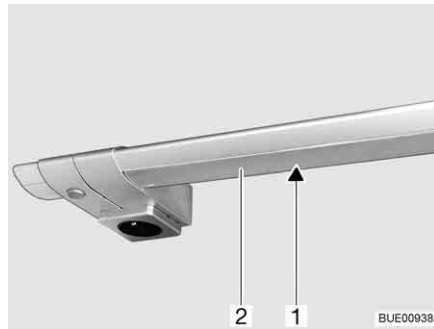

Bild 226 Köksbelysning
- Tryck ihop kåpan (Bild 226,2) något med bägge händerna och dra nedåt. Börja dra ut lampglaset antingen längst ut till höger eller längst ut till vänster.
- Tag ut halogenglödlampen (Bild 226,1).